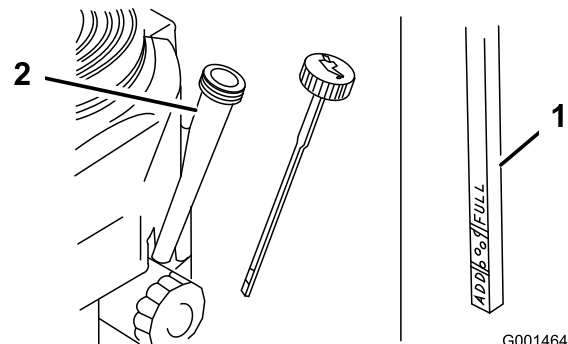

Figure 30
4. Nettoyez la surface autour de la jauge d'huile (Figure 30) pour éviter que des impuretés ne s'introduisent dans le goulot de remplissage, ce qui risquerait d'endommager le moteur.
5. Retirez la jauge d'huile et essuyez soigneusement son extrémité (Figure 30).
6. Remettez la jauge au fond du tube de remplissage, mais sans la visser (Figure 30).
9. Versez avec précaution environ 80% de la quantité d'huile spécifiée dans le goulot de remplissage (Figure 30)